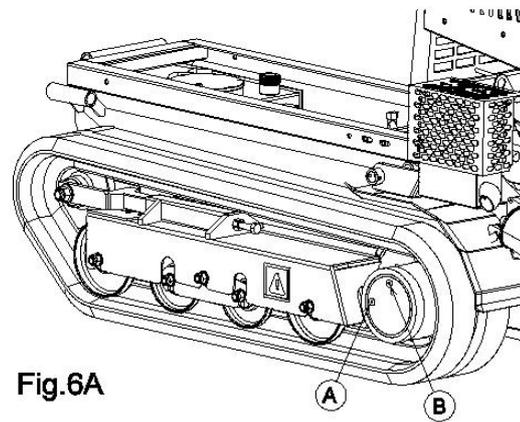

Fig.6A
7. pour le remplissage, placer la machine comme indiqué sur la figure 6A et retirer les deux bouchons (Détails A-B, Fig. 6A),
8. remplir avec l'une des huiles citées ci-dessus à travers le goulot du bouchon (Détail B, Fig. 6A),
9. remplir le motoréducteur jusqu'à ce que l'huile ressorte du bouchon de vidange (Détail A, Fig. 6A),